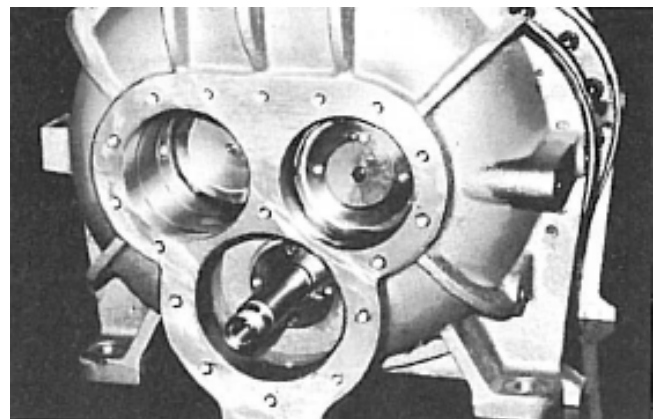

Fig. 100 Piston d'équilibre installé
- c) La butée doit être positionnée de façon à ce que la pointe du «V» (voir Fig. 100) soit du côté rotor.